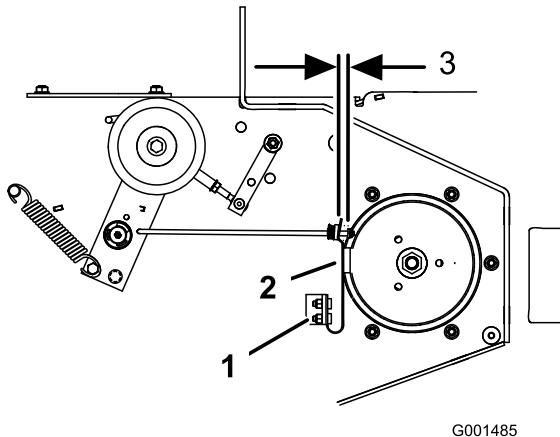

Figure 68
3. Le cas échéant, ajustez les boulons de fixation de ressort de sorte que la plaque de frein de lame frotte contre les deux côtés de la gorge de la poulie (Figure 68).
4. Ajustez l'écrou à l'extrémité de la tige de frein jusqu'à ce que l'écrou et l'entretoise soient espacés de 3 à 5 mm (1/8 à 3/16") (Figure 68).